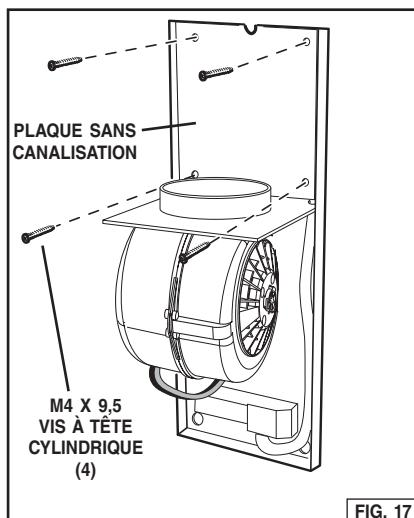

FIG. 17
6. Pour les applications sans canalisation, installez la plaque sans canalisation avec quatre (4) vis à tête cylindrique M4 x 9,5. Assurez-vous que le cordon est derrière la plaque. Fig. 17.